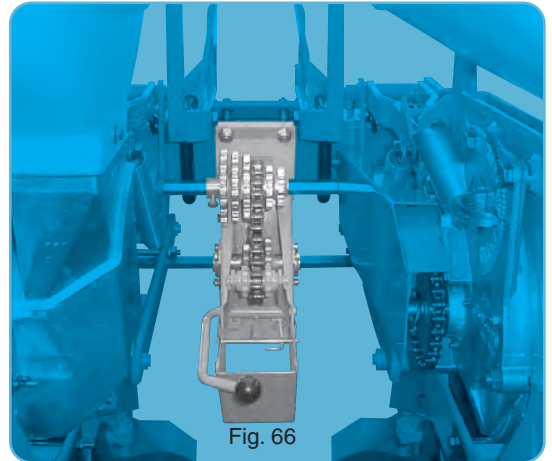

Fig. 66
- Assembly for planters with 35-40 cm (14-15") inter-row spacing (fig. 66) : remove the bearings. (4)
- Montaj pentru semănători cu spații între rânduri de 35-40 cm (fig. 66): îndepărtați cele 2 paliere (4). N.B. Cu NG Plus 4 sau pentru spații înguste între rânduri, asigurați liberă trecere a dispozitivului de spargere a bulgărilor pe lângă cutia de viteză.
- Ustawienie dla siewnika o rozstawie między rzędami 35-40 cm (fig. 66) usuwając oba zamontowane łożyska przelotowe (4).